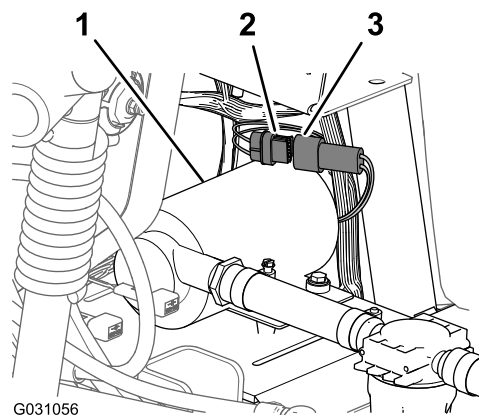

Figure 121
1. Branchez le connecteur à 6 broches du faisceau de la pompe de rinçage au connecteur à 6 douilles du faisceau arrière étiqueté RINSE PUMP (Figure 121).